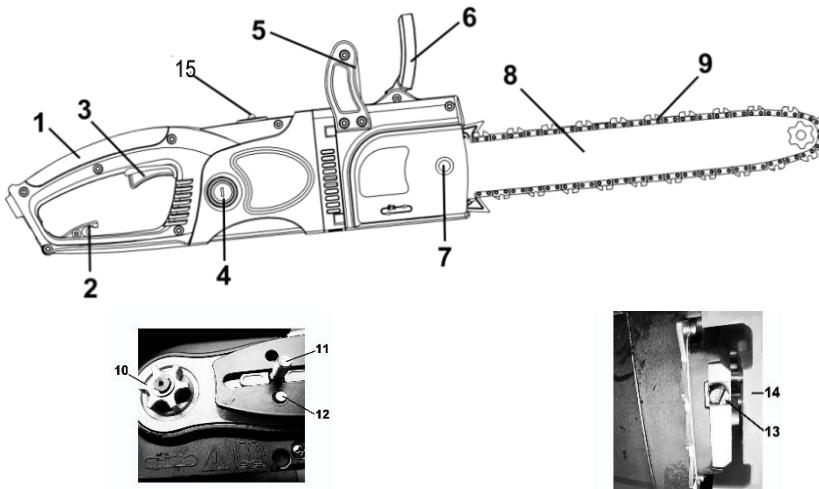

Рисунок 1
який встановлений по «подовжній» схемі – вісь двигуна паралельна вісі виробу, при цьому рух на приводну шестерню ланцюга передається під кутом 90° через конічний редуктор; системи зчеплення з відцентровою муфтою та гальмами, – згідно рис. 1.
4.1.1 Для увімкнення виробу натисніть на кнопку блокування від випадкового вимикання (розташована з лівого боку основної рукоятки), а потім на важіль перемикача (3) (рис. 1). Для відключення виробу слід важіль відпустити.